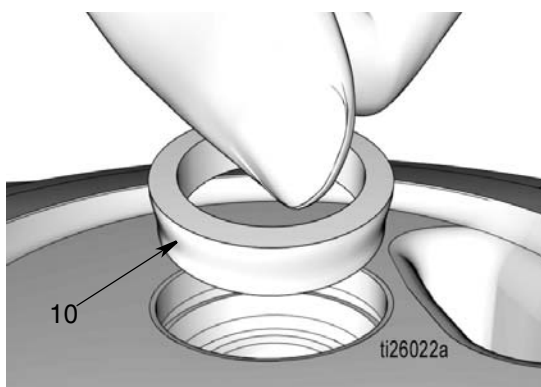

FIG. 37
- i. Monter l'entretoise conique (10), petit diamètre vers le bas, comme indiqué à la FIG. 37.